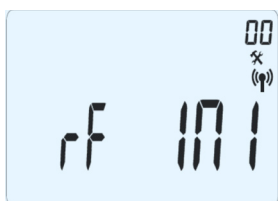

Fig. 20
- 1) premere e mantenere per 5 sec il tasto (▶). Apparirà e verrà visualizzata la schermata del primo parametro come in Fig. 20.